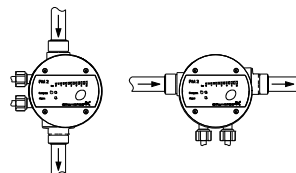

Рис. 7 Положение, в котором агрегат легко опорожняется
***Для РМ не предусмотрено никакого дополнительного дренажного оборудования, однако, если агрегат смонтирован в соответствии с рис. 7, его опорожнение выполняется легко.***